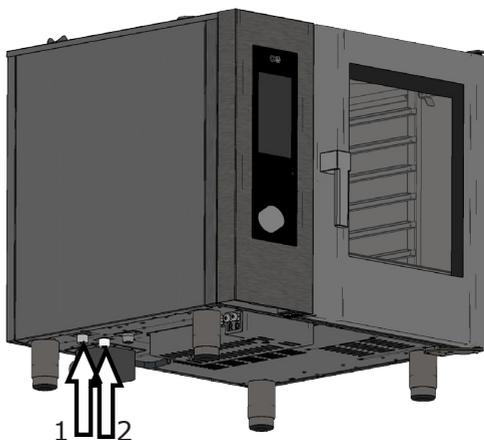

Fig.6
El horno tiene dos entradas para agua. Una para el agua de la red(1) y uno para el agua dulcificada(2). (**Fig.6**).